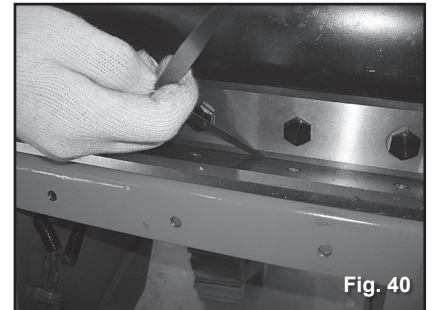

Fig. 40
15. Después de instalar las cuchillas, revise el espacio entre las cuchillas y la contracuchilla con un calibrador (Fig. 40). El espacio no debería ser menor de 0.5mm y no mayor de 1.00 mm. La mejor forma de comprobar que el espacio es el adecuado es viendo que el filo de la cuchilla esté en el medio de la superficie de la contracuchilla. ¡Revise que el espacio abarca todo el largo de la cuchilla!